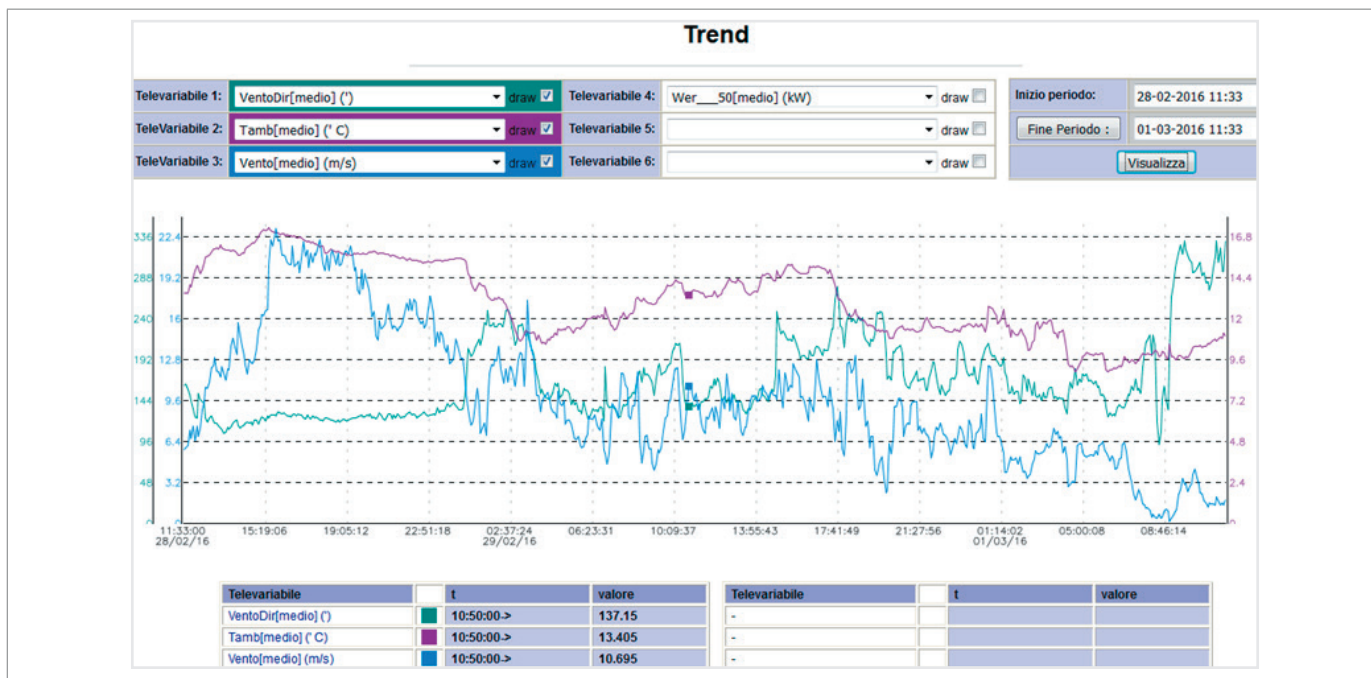

Fig. 5.16. Ejemplo de visualización de tendencias
Al pulsar la tecla “Visualizza (Ver)” (A) se muestran las tendencias relativas (Fig. 5.16).